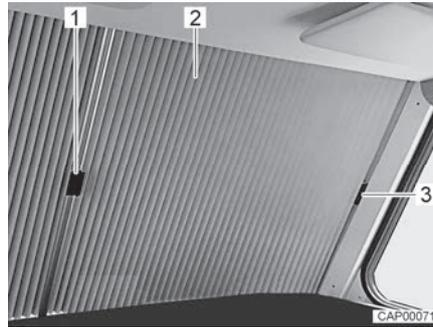

Fig. 5 Estor plegable para la luna delantera (cerrada)
- Empujar el asidero (Fig. 5,1) de cada una de las mitades de estor plegable (Fig. 5,2) hacia afuera insertándolos debajo de la cubierta en la columna A.
- Fijar el respectivo asidero en la cubierta (Fig. 5,3) encajándolo. De este modo, el oscurecedor de la luna delantera estará retenido de tal manera que no podrá cerrarse involuntariamente durante el viaje.